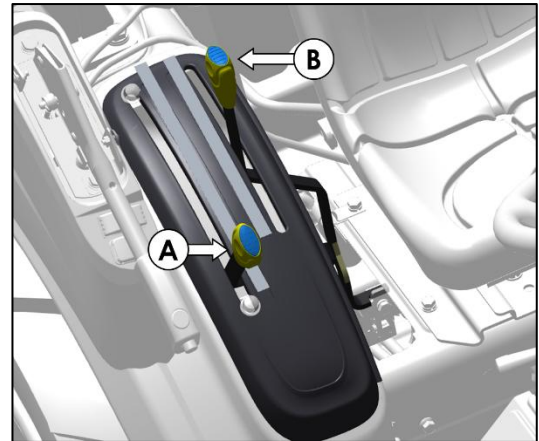

Abb. 115 – STEUERUNGHEBEL DER DREIPUNKTAUFHÄNGUNG
1. Tiefenregelung für Arbeitsgeräte zur Bodenbearbeitung (Automatische Zugkraft- und Tiefenregelung, A.D.D.C.) (A in Abb. 115)
2. Regelung und Positionierung von Arbeitsgeräten über dem Boden (Positionsregelung, P.C.) (B in Abb. 115)
Das Bedienfeld mit dem Steuerungshebel für die Dreipunktaufhängung (A) befindet sich auf der rechten Seite der Kotflügelkonsole des Fahrersitzes und ist für den Fahrer leicht erreichbar (Abb. 115). Der Positionshebel (B in Abb. 115) funktioniert wie folgt: